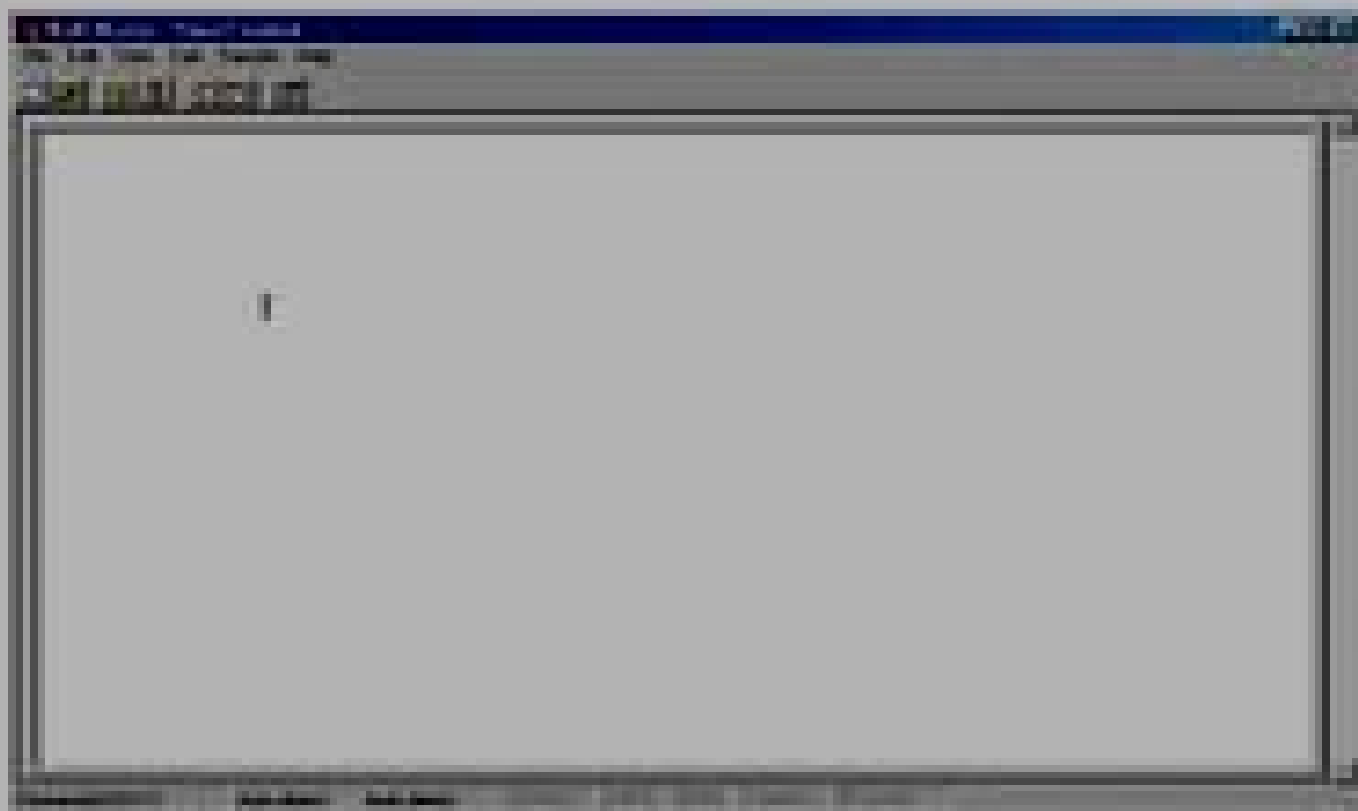

图7-37
- 如图7-37所示，在点击了**OK**之后，光标将进入超级终端的编辑窗口。请注意，此时超级终端按钮处的状态栏将指出连接已建立，同时计数器开始计时，指出连接的持续时间。